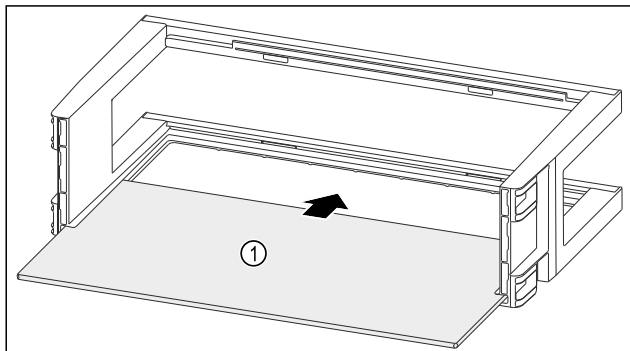

Fig. 97
- ▶ Вкарайте рафта Fig. 97 (1) в страничните прорези.